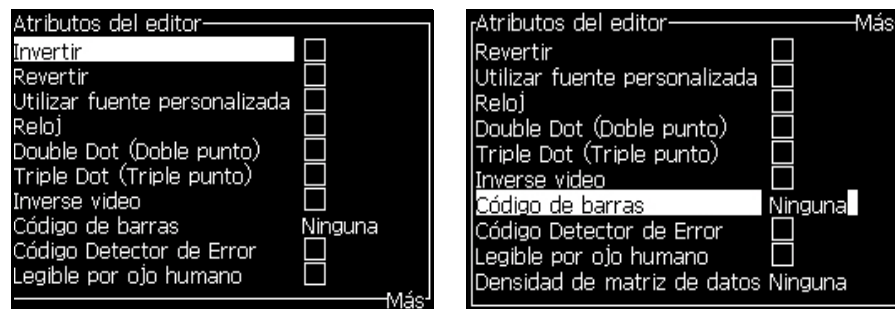

Figura 5-40. Editor: Menú Atributos
- 1 Seleccione *In-line Attributes (Atributos en línea)* en el menú *Editor (Editor)* (pulse *ALT + E*). Aparecerá el menú *Editor Attributes (Atributos del editor)* (consulte Figura 5-40 en la página 5-50).